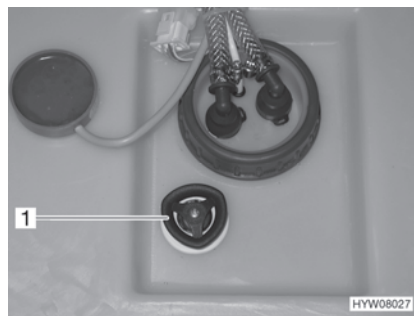

Bild 139 Wassertank mit Drehgriff
- Auf dem Wassertank den Drehgriff (Bild 139,1) im Uhrzeigersinn bis zum Anschlag drehen.
- Auf dem Wassertank den Drehgriff (Bild 139,1) entgegen dem Uhrzeigersinn bis zum Widerstand drehen. Das Wasser läuft bis auf ca. 20 Liter aus.